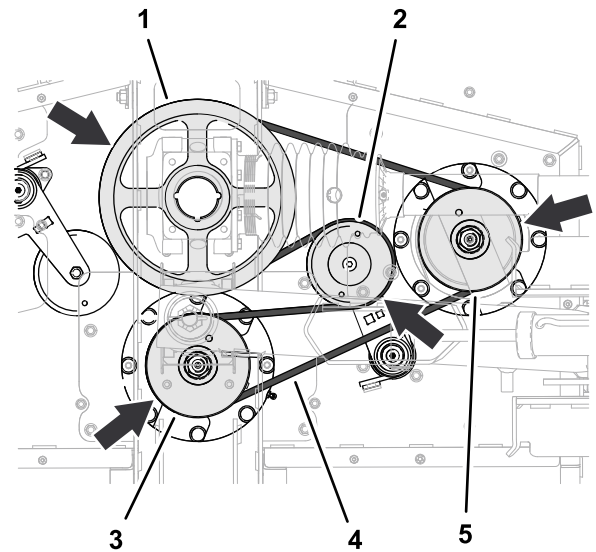

Figura 62
1. Dirija la correa larga alrededor de la polea de transmisión, la ranura superior de la polea de eje central y la polea de eje derecho (Figura 62).
2. Utilice una llave de extensión o una herramienta similar para girar el tensor de la correa en sentido antihorario y deslice la correa sobre de la polea del tensor (Figura 62).